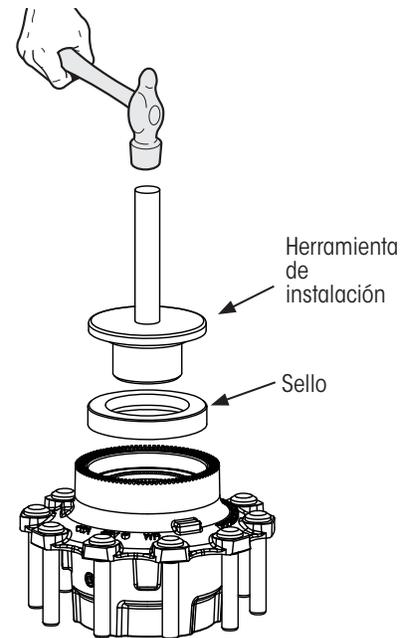

Figura 13: Instalación de sello montado a la maza
**NOTA:** Se recomienda una herramienta de instalación de sello para maza (Figura 13) y puede obtenerse del fabricante del sello.
4. **Coloque** el sello en la herramienta de instalación (Figura 13) para instalarlo en la maza de acuerdo con las instrucciones del fabricante del sello.